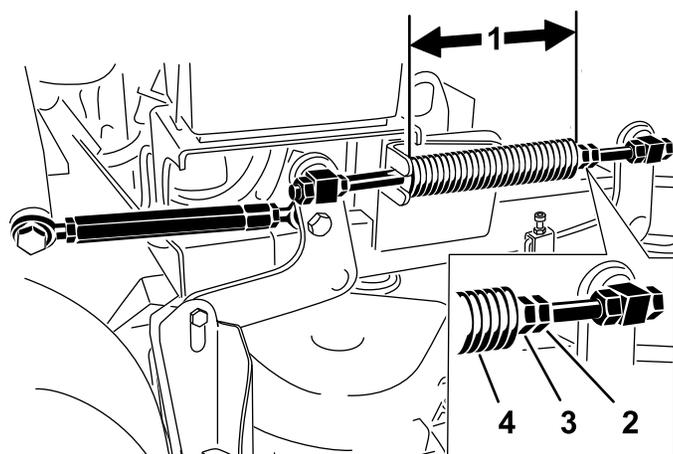

図 84
**注** 通常は、この長さが、91 cm36"デッキでは 28.2 cm、102 cm40"デッキでは 25.7 cm であることが必要である 図 84。
3. スプリングのジャムナットをゆるめ、各スプリングの前についているナットでこの距離を調整する 図 84。
4. スプリングのジャムナットを締めて調整ナットを固定する 図 84。